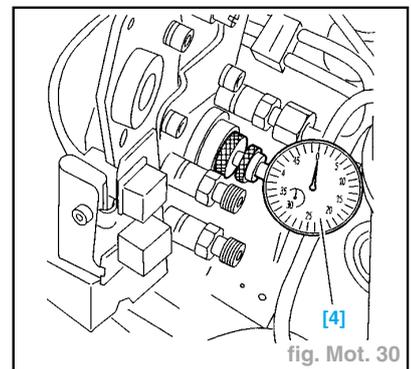

fig. Mot. 30
- les tuyauteries d'injection (18) des cylindres n°1 et n°2,
- le bouchon de l'orifice de calage (17).
- Équiper le comparateur [4] de la rallonge (réf. 5003TD) (fig. Mot. 30).
- Dans cette position, le comparateur doit indiquer la valeur $0,58 \pm 0,04$ mm (fig. Mot. 30).